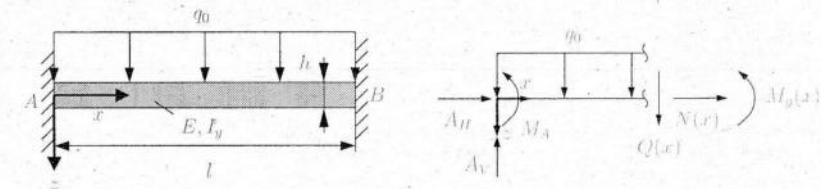

Abbildung 1.1: Links: beidseitig fest eingespannter Balken, rechts: Freikörperbild.
Gegeben ist ein beidseitig fest eingespannter, linear elastischer Balken mit rechteckigem Querschnitt der Breite b und Höhe h (Abb. 1.1, links). Der Balken wird mit der konstanten Streckenlast q_0 belastet. Gegeben sind die konstante Streckenlast $q_0 > 0$, der Elastizitätsmodul E , die Länge l und das Flächenträgheitsmoment $I_y = bh^3/12$.
- 1.3) Berechnen Sie den Verlauf des Biegemoments $M_y(x)$ durch Auswerten der Gleichgewichtsbedingungen an dem in Abbildung 1.1(rechts) dargestellten Freikörperbild. Setzen Sie die Größen A_V , A_H und M_A als bekannt voraus, d.h. verwenden Sie die Symbole A_V , A_H und M_A .